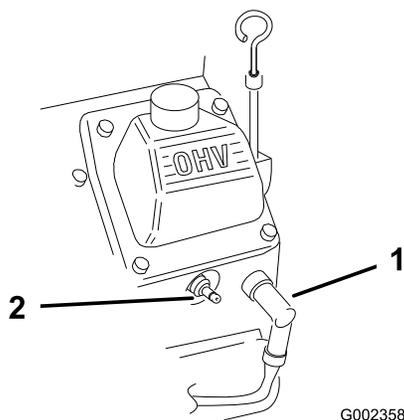

Рисунок 25
2. Отсоедините провода от свечей зажигания (Рисунок 25).